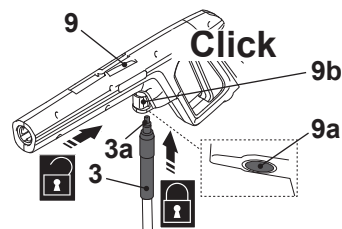

Fig. 2
1. Introduzca el conector (3a) de la manguera de presión (3) en el puerto de conexión de la manguera (9a) de la pistola de pulverización (9). Asegúrese de que encaja en su sitio (Fig. 2). 2. Pulse el botón de desbloqueo (9b) para desbloquearlo si es necesario.